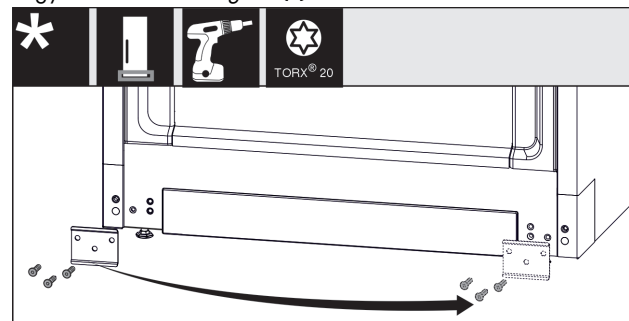

Fig. 20
- ▶ Csavarozza le a lemezt Fig. 20 (1), helyezze át a másik oldalra, és ismét csavarozza fel.